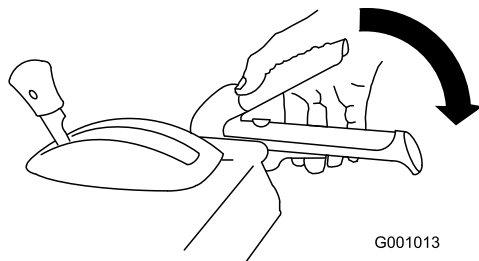

Figure 37
1. Pour engager la fraise à neige/turbine, serrez le levier droit (fraise à neige/turbine) contre la poignée (Figure 37).